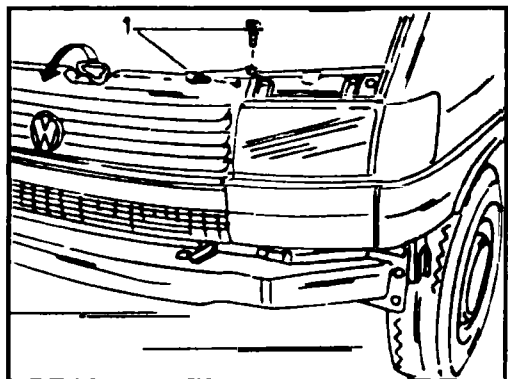
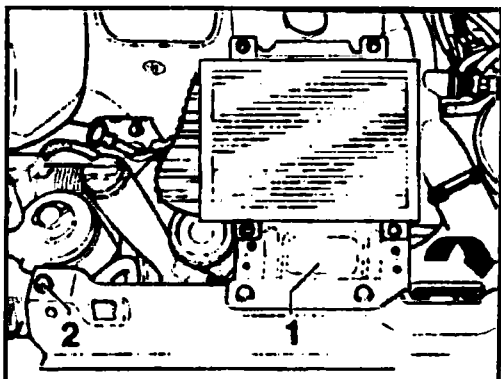

Рис. 1.58 После демонтажа болтов (1) наклонить вперед переднюю панель кузова с радиатором
Рис. 1.59 Планка охладителя воздуха – дизельные двигатели с турбонаддувом
Для наклона радиатора отверните с левой и с правой стороны болты, показанные на рис. 1.58. На дизельном двигателе с турбонаддувом дополнительно необходимо снять планку (1) охладителя воздуха (см. рис. 1.59), для
чего надо вывернуть винты (2). Радиатор наклоняйте вместе с передней панелью автомобиля вперед. Кронштейн замка заблокируйте в направлении по стрелке (рис. 1.58).